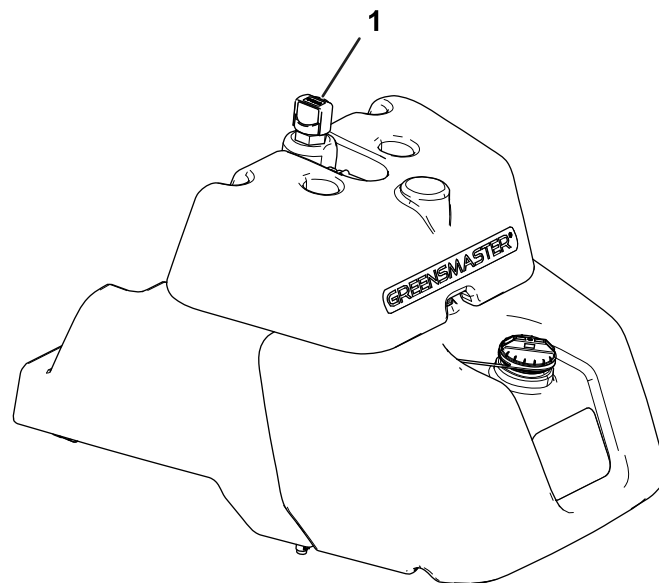

Figura 42
2. Localice la varilla en la parte superior del depósito hidráulico principal (Figura 42) y vaya al paso 3.